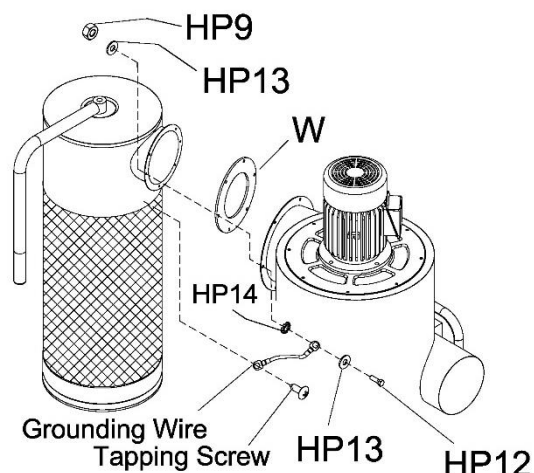

Figure 9
10. Placez le joint (W) entre le filtre à cartouche et le boîtier principal. Installez le filtre à cartouche sur le boîtier principal à l'aide des vis à tête hexagonale (HP12), des rondelles (HP13) et des écrous (HP9). Vous devez fixer le fil de terre du filtre à cartouche au point de connexion le plus proche, comme indiqué sur la figure 9.
Le fil de terre est pré-attaché au filtre à cartouche. Lors de l'installation du filtre à cartouche sur le boîtier principal, vous devez connecter le fil de terre au boîtier principal comme indiqué sur la figure 9. Assurez-vous d'utiliser la rondelle en étoile (HP14) lors de cette connexion. Positionnez la rondelle étoile (HP14), le fil de terre et la rondelle plate (HP13) comme indiqué sur la Figure 9.